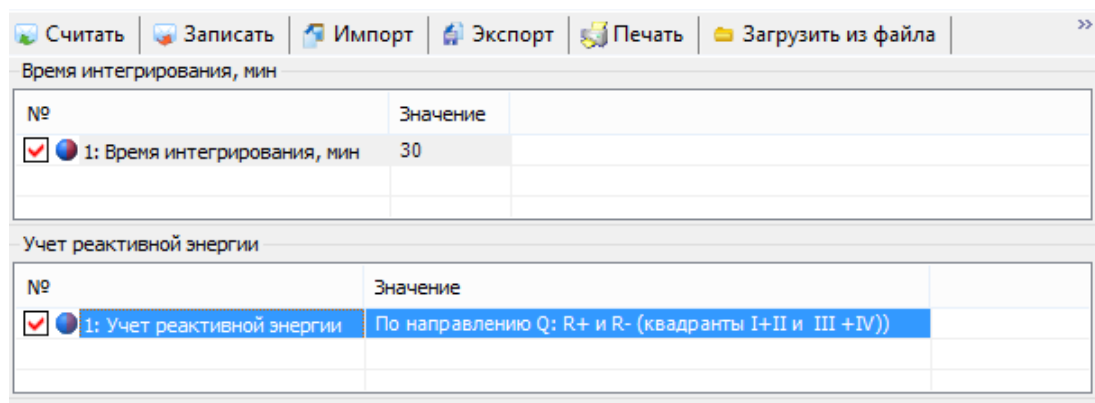

Рисунок 3.14 – Закладка «Режимы учета»
Время интегрирования в ТПО настраивается на закладке «Конфигурация\Режимы учета» (рисунок 3.14).
3.5.4.2 Учет реактивной энергии в ТПО настраивается на закладке «Конфигурация\Режимы учета» (рисунок 3.14).